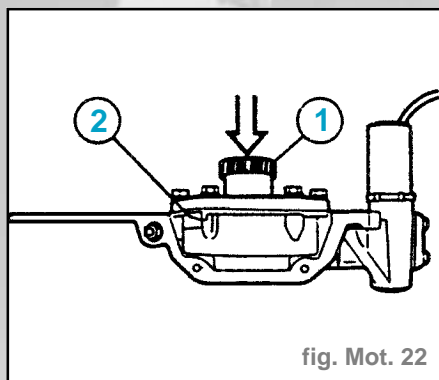

fig. Mot. 22
- Repousser l'arbre denté du groupe de réglage (1) jusqu'en butée dans le boîtier (2) (fig. Mot. 22).